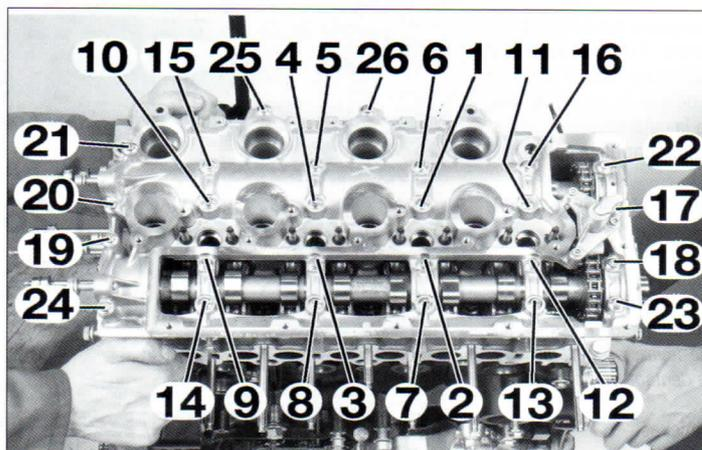

FIG.45
- Apretar el cárter de ejes de levas en el orden y al par de apriete prescrito (fig. 45).